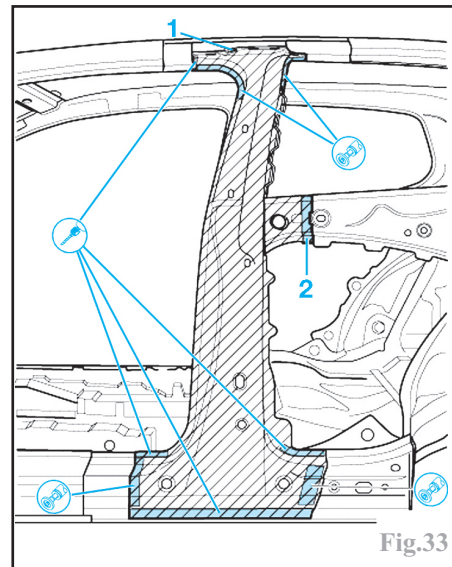

Fig.33
Ligne de coupe (1) à respecter impérativement, pour des raisons de sécurité (crash) (Fig.33)